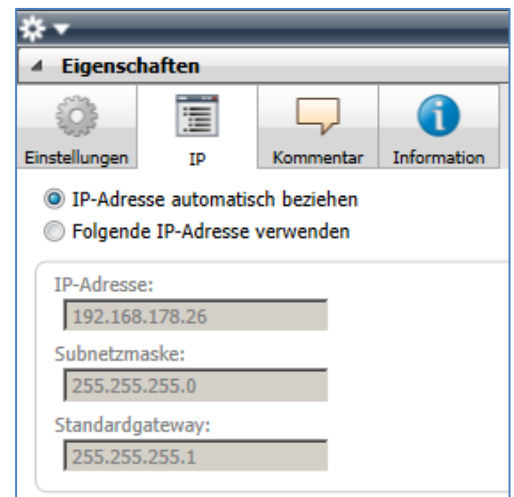

Abbildung 32 Einstellung der IP-Adressdaten des Geräts unter dem Reiter „IP“ im Sidebar der ETS.
3. Wählen Sie den Reiter „IP“ entsprechend Abbildung 32. Wählen Sie nun entweder